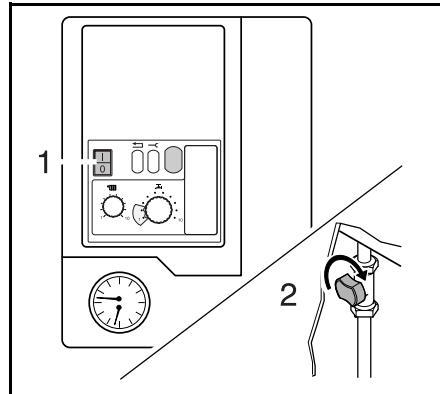

Fig. 3 Întrerupător de rețea,
- Întrerupătorul de rețea (fig. 3, poz. 1) se trece în poziția "0".
- Se închide robinetul de gaz: se rotește spre dreapta (fig. 3, Pos. 2).